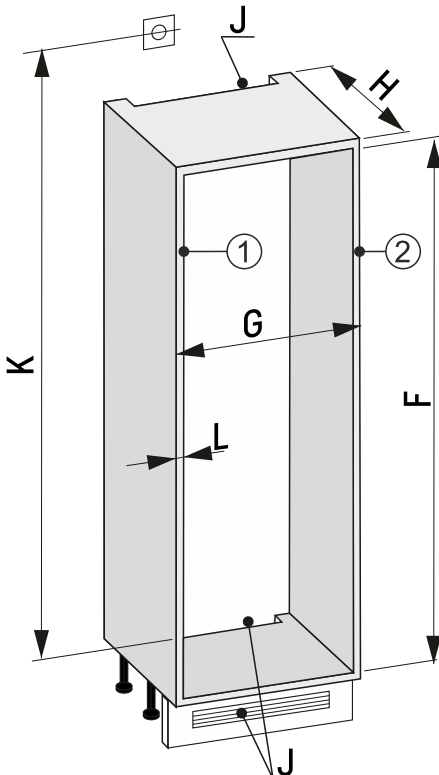

Fig. 91 Nicchia da 30"
- Misurare lo spessore della parete del mobile Fig. 91 (L).